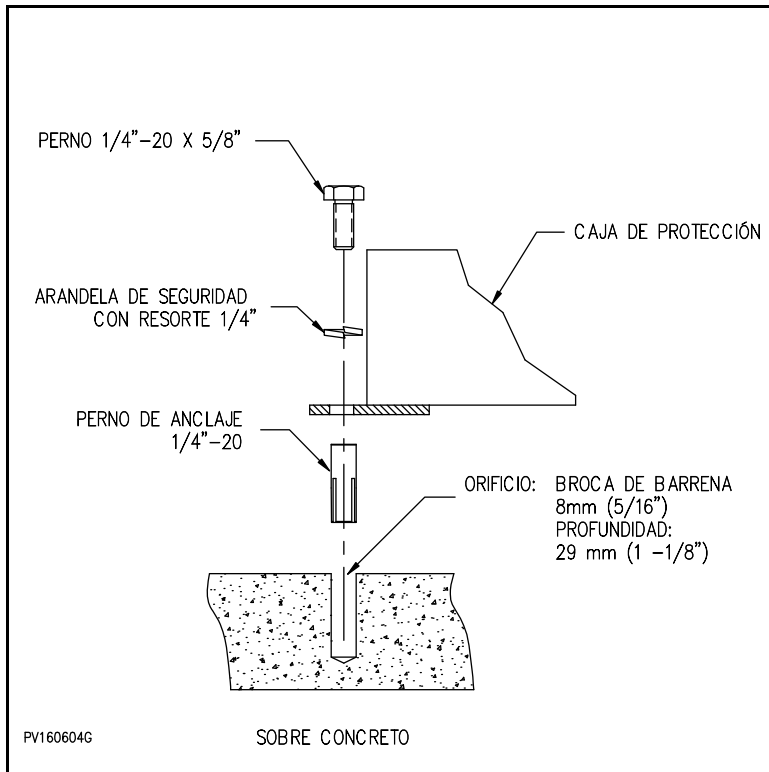

Figura 7
1. Taladre en la pared de concreto e introduzca los pernos de anclaje de acuerdo a la figura 7.